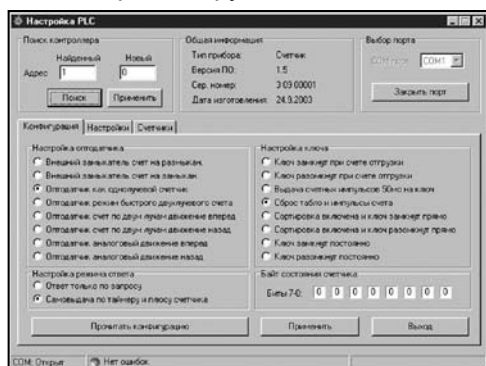

Рисунок 5. Страница «Конфигурация»
7.5 При обнаружении счётчика на экране появляется окно рисунок 5, в котором